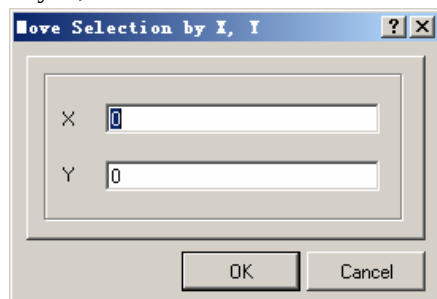

图 3.13 “Move Selection by X,Y”对话框
- (1) 按照第 3.1.1 节介绍的方法，选择所有需要移动的图元对象。
- (2) 在主菜单中选择“Edit”->“Move”->“Move Selection by X,Y”命令，打开如图 3.13 所示的“Move Selection by X,Y”对话框。
该命令用于移动不具电气意义的图元对象，并将其放置到所有对象上方。当多个非电气对象重叠在一起时，使用该命令可以重新安排图元对象的叠放顺序。如果要将图 3.13 所示的文字对象移动到矩形对象的上方，操作步骤如下。